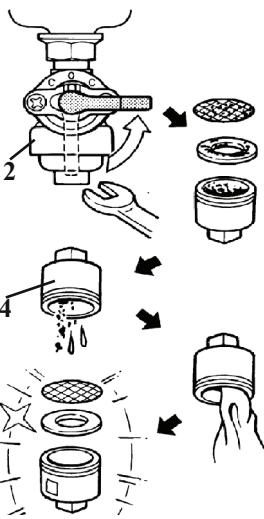
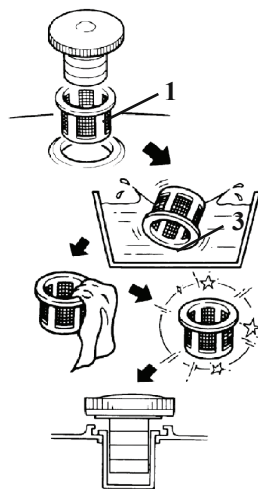

рис. 4
рис. 5
- снимите крышку бензобака (рис.5 поз.1) и колпачок крана подачи бензина (рис.4 поз.2), стараясь не повредить уплотнение;
- удалите загрязнения с фильтров (рис.4 и 5 поз.3 и 4) промыванием в растворителе (типа Уайт-Спирит) и продувкой;
6.4.2 Слейте или полностью выработайте имеющееся в баке топливо (слив производится снятием колпачка крана подачи топлива (рис.4 поз.2).